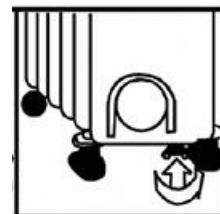

Fig. 4
4. Fixați clema utilizând o piuliță fluture (Fig. 4) pentru a stabiliza unitatea și a preveni răsturnarea ei.